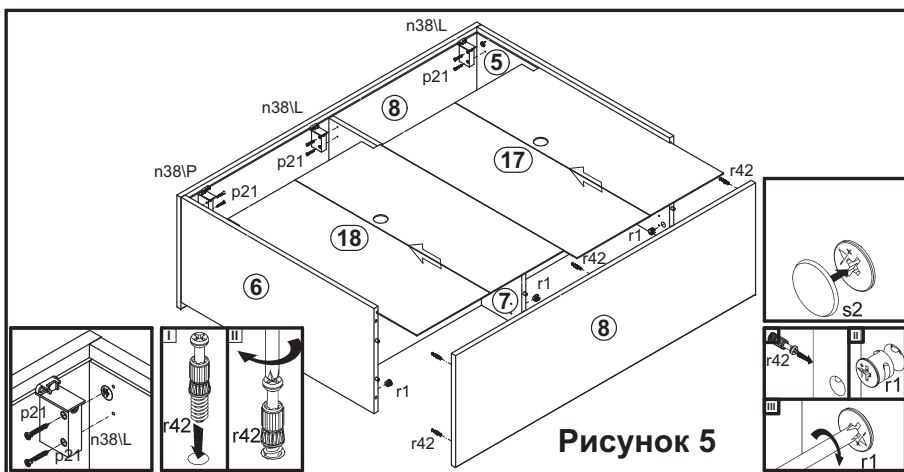

Рисунок 5
10. В отверстия  $\phi 3$ мм (кернения) шурупами **p21** на стенках **5, 6, 7** закрепить кронштейны для навешивания **n38L** и **n38P** (см. рис. 5).
11. Вставить стенки задние **17, 18** в пазы в деталях **5, 6, 8** (см. рис. 5).
12. Присоединить нижний щит **8** к деталям **5, 6, 7** и затянуть стяжки эксцентрикковые **r1**, пользуясь отверткой. Стяжки эксцентрикковые **r1** на стенке **7**, а также верхние стяжки эксцентрикковые **r1** на стенках **5, 6** закрыть заглушками **s2** (см. рис. 5).